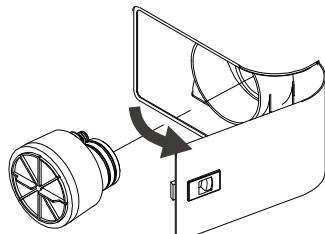

Abb.42 Entfernen und Ersetzen des Filters
- Um den NORMALEN WASCH- oder ERWEITERTEN WASCHzyklus zu beenden, berühren Sie die Schaltfläche „ABBRUCH ZUR SCHNELLWÄSCHE“ (Abb. 41 und Abb. 42), um einen SCHNELLWÄSCHE-Zyklus durchzuführen. Nachdem der SCHNELLWÄSCHE-Zyklus abgeschlossen ist, berühren Sie die Schaltfläche VOM DOCK(ER) LOSLASSEN, um den Rover vom Docker zu trennen.